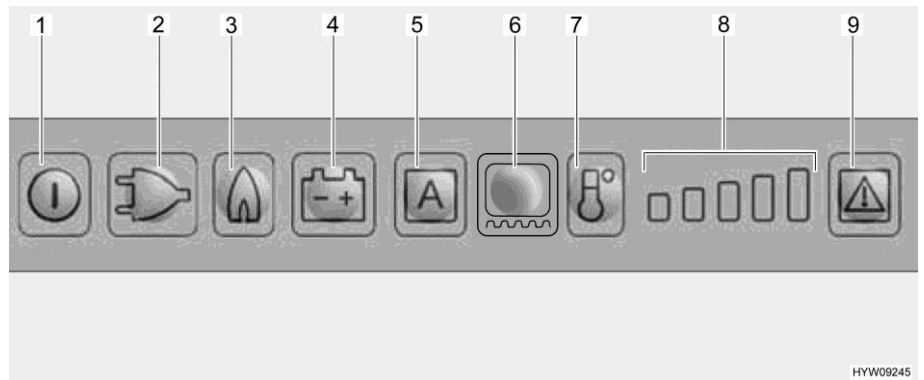

Fig. 186 Panneau de commande DEL (réfrigérateur Dometic)
Dès que le fonctionnement au gaz est activé, la veilleuse de sécurité s'ouvre automatiquement, de sorte que le gaz peut arriver au brûleur. En même temps, l'allumage électronique est connecté. Si la flamme s'éteint, p. ex. en raison d'un courant d'air, l'allumage est immédiatement activé et rallume le gaz. En cas de panne de gaz, les touches lumineuses Gaz (Fig. 186,3) et Dé-rangement (Fig. 186,9) clignotent et une alarme acoustique retentit pendant 20 secondes.
- Appuyer sur la touche Marche/Arrêt (Fig. 186,1) pendant env. 2 secondes. Le réfrigérateur s'enclenche, le dernier mode de fonctionnement choisi est indiqué.
- Appuyer sur la touche lumineuse pour le mode de fonctionnement désiré (Fig. 186,2 - 4) ou le mode automatique "AES" (Fig. 186,5) (uniquement sur le modèle AES).
- Régler la température de réfrigération avec la touche de puissance de réfrigération (Fig. 186,7). L'indicateur de puissance de réfrigération (Fig. 186,8) indique le réglage choisi du thermostat.
- Appuyer sur la touche Marche/Arrêt (Fig. 186,1) pendant env. 2 secondes.
Lorsque le réfrigérateur est mis en marche, il choisit automatiquement la température moyenne du thermostat. Ce réglage peut cependant être corrigé manuellement à l'aide de la touche de puissance de réfrigération (Fig. 186,7). Il faudra attendre quelques heures jusqu'à ce que le réfrigérateur ait atteint sa température normale de réfrigération. Le réglage du thermostat est conservé en cas de commutation sur un autre mode de fonctionnement.
- Régler le chauffage du cadre pour une durée de 2 heures : Appuyer une fois sur la touche lumineuse Chauffage du cadre (Fig. 186,6). Une barre indiquant la puissance de réfrigération (Fig. 186,8) s'allume.
- Régler le chauffage du cadre pour une durée de 5 heures : Appuyer deux fois sur la touche lumineuse Chauffage du cadre (Fig. 186,6). Deux barres indiquant la puissance de réfrigération (Fig. 186,8) s'allument.
- Régler le chauffage du cadre sur fonctionnement permanent : Appuyer trois fois sur la touche lumineuse Chauffage du cadre (Fig. 186,6). Trois barres indiquant la puissance de réfrigération (Fig. 186,8) s'allument.
L'indicateur de puissance de réfrigération (Fig. 186,8) indique pendant quelques secondes la durée de fonctionnement du chauffage du cadre.
En cas de dérangement, la touche lumineuse Dérangement (Fig. 186,9) clignote. Une des touches lumineuses Mode de fonctionnement ou l'indicateur de puissance de réfrigération clignote. De plus, un signal d'avertissement acoustique retentit. Les consignes relatives à l'affichage de défauts et à leur élimination sont données au chapitre 15.
- ▷ Quand un dérangement du régime au gaz a été éliminé, appuyer sur la touche lumineuse Reset (Fig. 186,9).